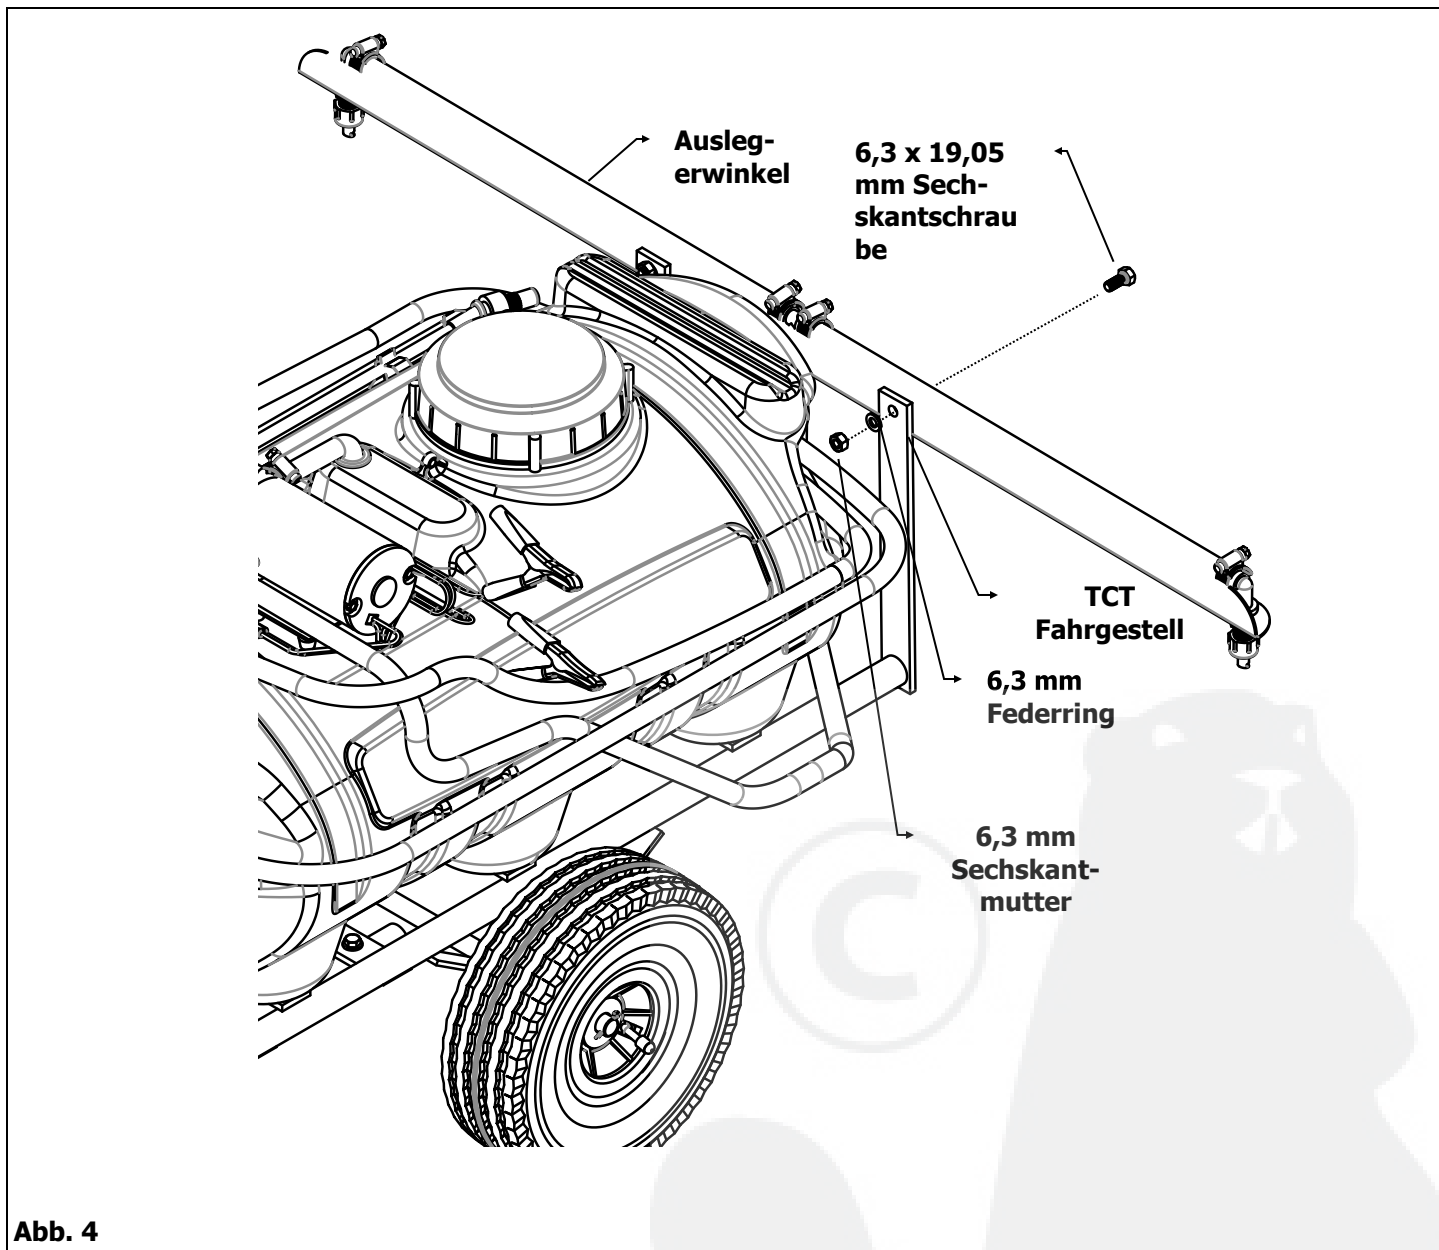

Abb. 4
4. Fügen Sie den Auslegerwinkel, zwei 7,9 x 19,05 mm Sechskantschrauben, zwei 7,9 mm Federringe und zwei 7,9 mm Sechskantmuttern zusammen. Stecken Sie die 7,9 x 19,05 mm Sechskantschraube durch den Auslegerwinkel und dann durch das TCT-Fahrgestell. Bringen Sie die 7,9 mm Federringe an und sichern Sie sie mit den 7,9 mm Sechskantmuttern. Siehe Abbildung 4.